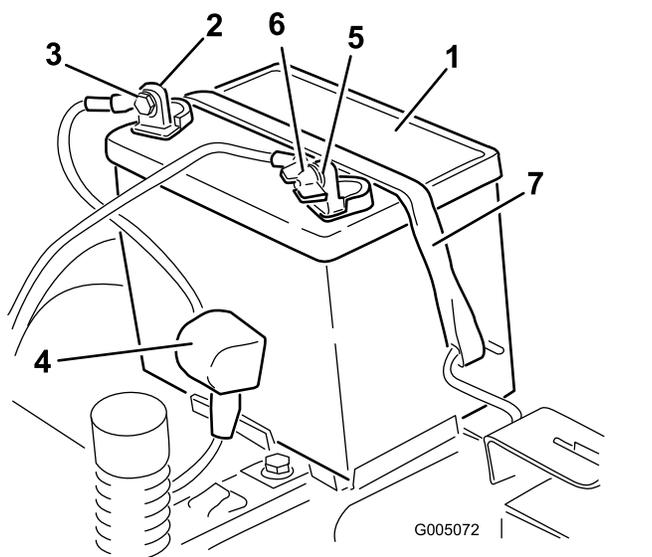

Figura 44
4. Staccate il cavo negativo (nero) di terra dal polo della batteria (Figura 44). Conservate tutti i dispositivi di fermo.
5. Infilate il cappuccio di gomma sul cavo positivo (rosso) della batteria. Staccate il cavo positivo (rosso) dal polo della batteria (Figura 44). Conservate tutti i dispositivi di fermo.
- Togliete il dispositivo di fissaggio della batteria (Figura 44) e togliete la batteria dal vassoio.
- Posizionate la batteria nella cassetta (Figura 44).
- Fissate la batteria con l'apposito dispositivo (Figura 44).